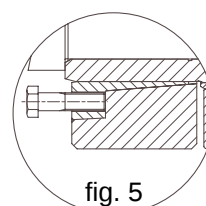

fig. 5
- Dans le cas où les anneaux ne se sépareraient pas spontanément après avoir desserré les vis, en déplacer quelques-uns (2 vis à 180° ou 4 vis à 90°) dans les trous d'extraction de l'anneau interne (voir fig. 5), en vissant les vis pas plus d'un tour à la fois, si n° 2 vis alternativement, si n° 4 vis en sens circulaire